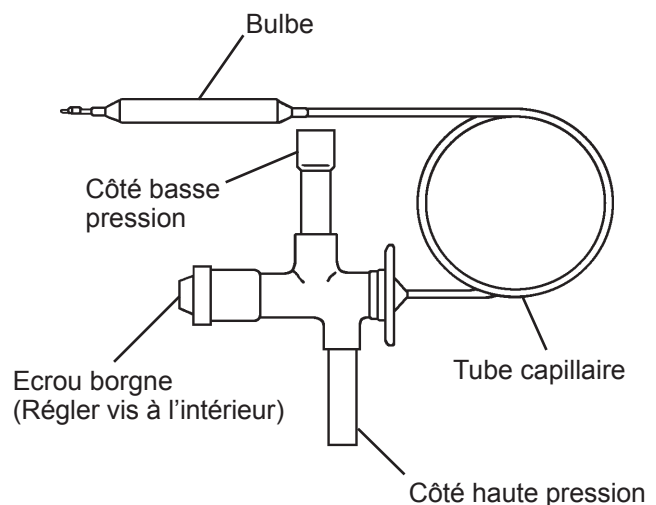

Fig. 13
- 4) Débrancher l'entrée et la sortie du détendeur à l'aide d'un coupe-tube. Débrancher l'entrée au niveau du détendeur pour conserver le plus possible la longueur du tuyau. Débrancher la sortie au niveau de la ligne pointillée de la Fig. 13. Au besoin, élargir l'extrémité des canalisations débranchées à l'aide d'un évaseur pour les brancher au nouveau détendeur.